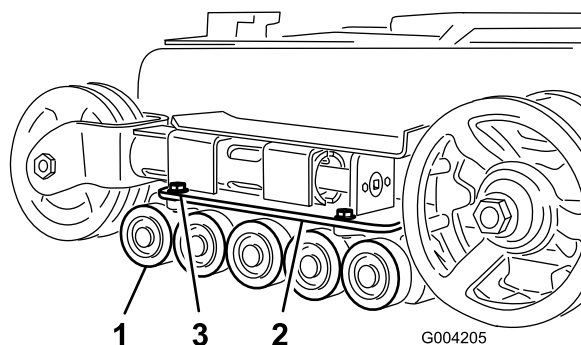

Figura 43
2. Retire los 4 pernos que sujetan cada guía de oruga inferior, que contienen las ruedas de rodaje, y retírelas (Figura 43).